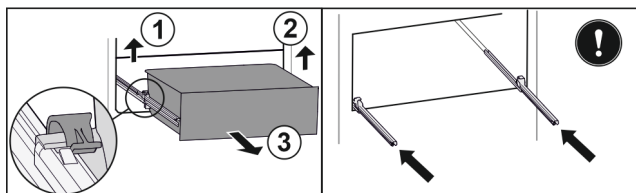

Fig. 118
- ▶ Levante la brida izquierda y, simultáneamente, tire de la parte izquierda del cajón hacia adelante. Fig. 118 (1)
- ▶ Levante la brida derecha y, simultáneamente, tire de la parte derecha del cajón hacia adelante. Fig. 118 (2)
- ▶ Extraiga el cajón hacia adelante. Fig. 118 (3)